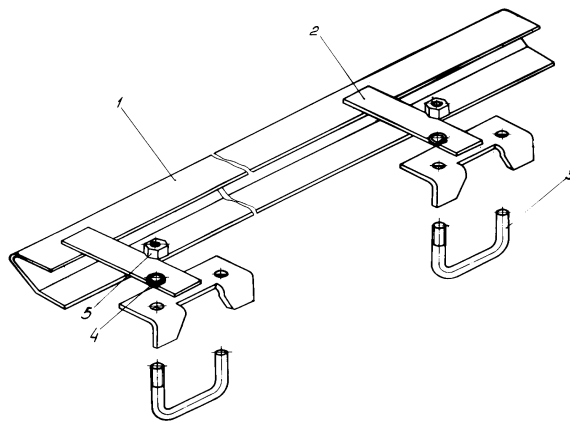

Рис. 2 Ограждение:
Для обеспечения безопасности при переездах по дорогам общего пользования с незагруженной грабельной решеткой на концах пальцев 12 устанавливается ограждение (рис. 2), закрепляемое при помощи скоб 3, гаек 5 с пружинными шайбами 4.
При подготовке грабельной решетки к работе ограждение переносится за стойки 2 (см. рис. 2), и крепится в скобах 13 и на косынках 15 при помощи скоб 3 (рис. 2), гаек 5 и пружинных шайб 4.
- 7) Установить ограждение пальцев (рис. 2), закрепив их при помощи скоб 3, гаек М8 и пружинных шайб 8.65Г.